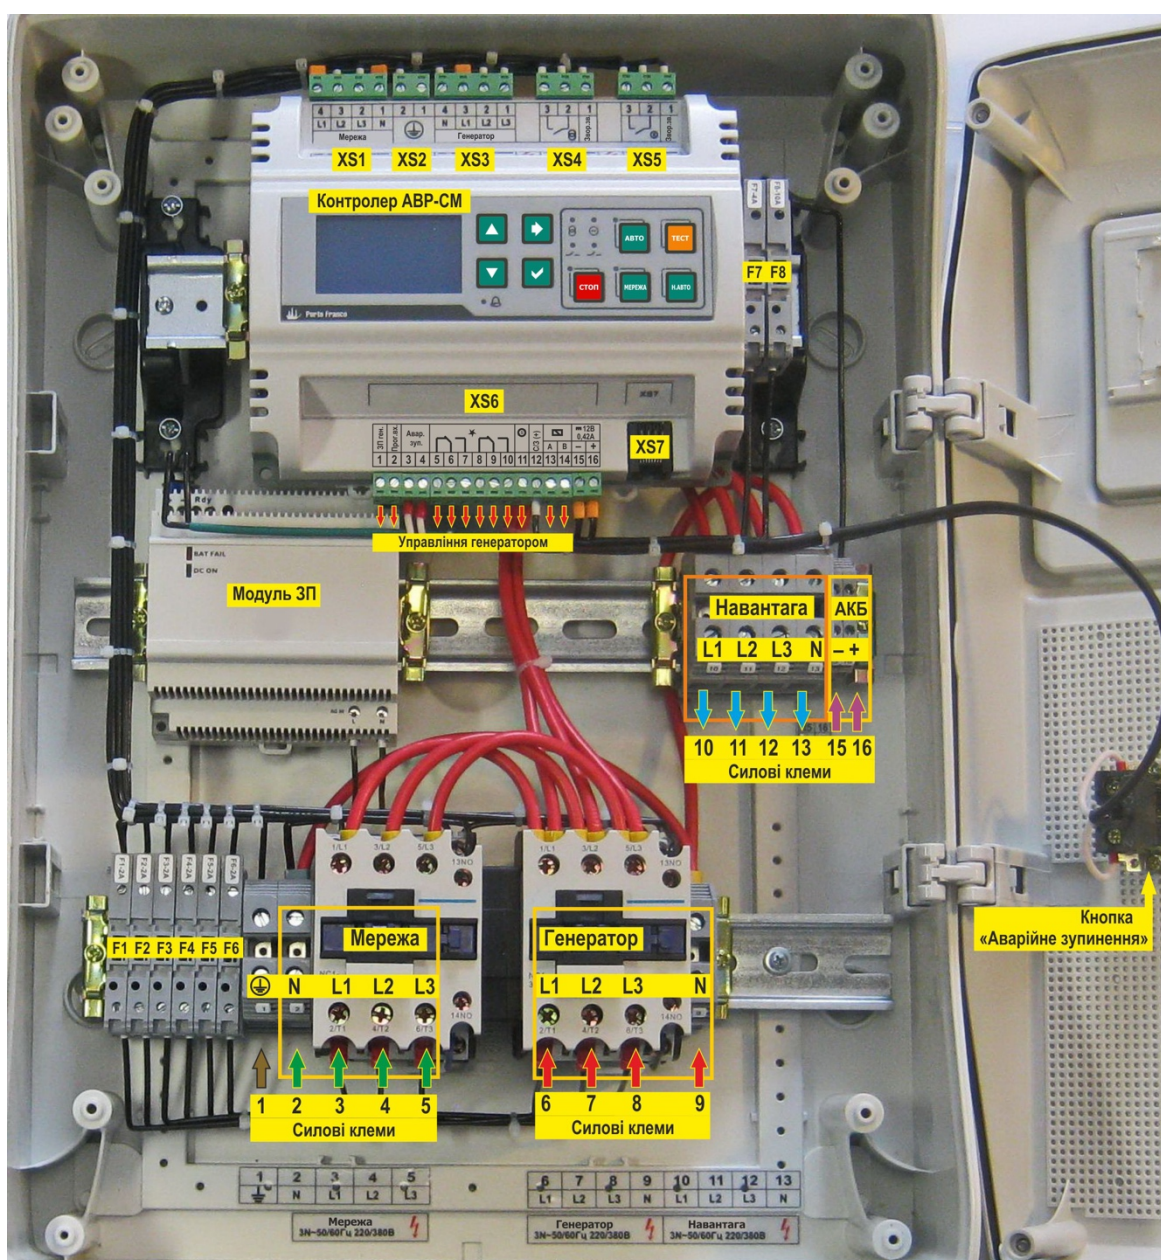
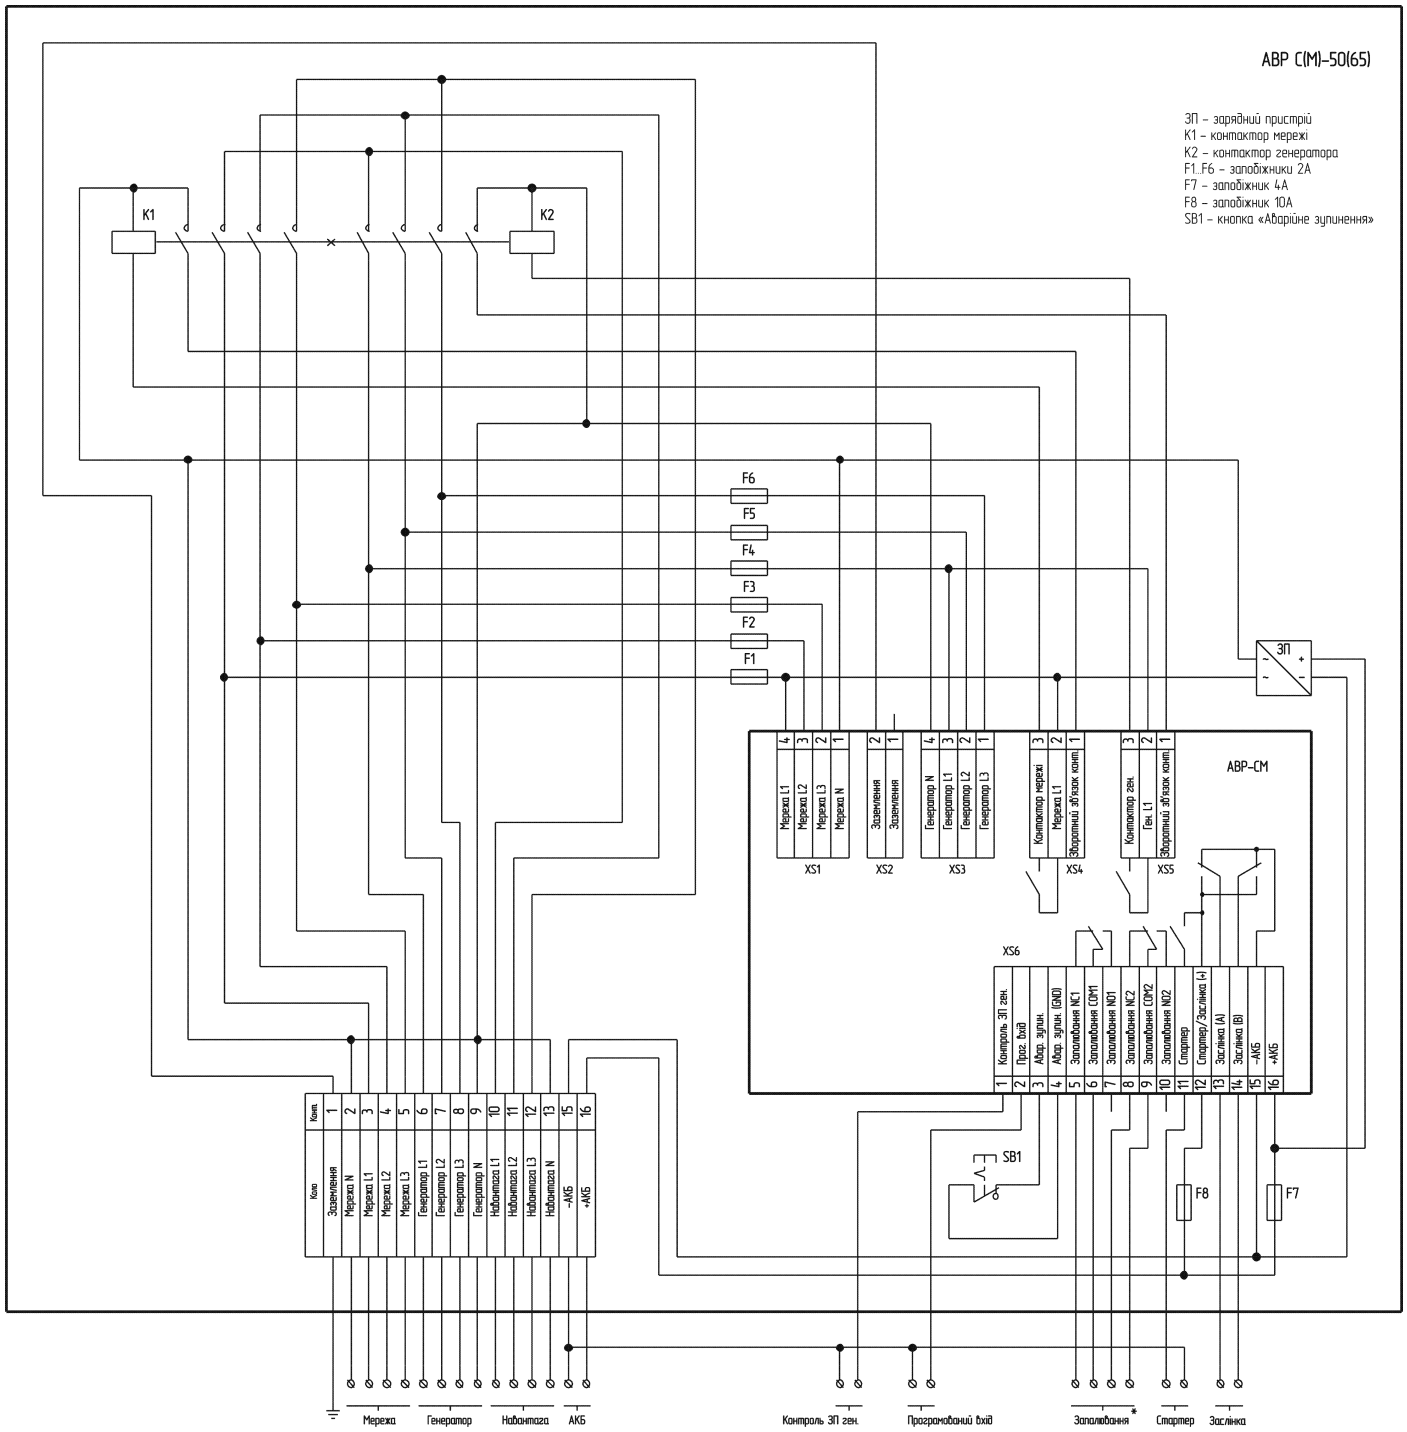

Рис. 6.1 – Внутрішня конструкція і зовнішнє підключення АВР С-50*
Рис. 6.5 – Приклад схеми підключення контролера ABP C(M)-50(65) для конфігурації ABP33
6.2.1 Внутрішню конструкцію контролера показано на рис. 6.1 – 6.4. Список запобіжників зазначено в таблиці 6.1. Призначення контактів силових клем представлено в таблиці 6.2. Призначення контактів клем управління генератором представлено в таблиці 6.3. Рекомендовані схеми підключення для різних конфігурацій контролера наведено на рис. 6.5 – 6.7.